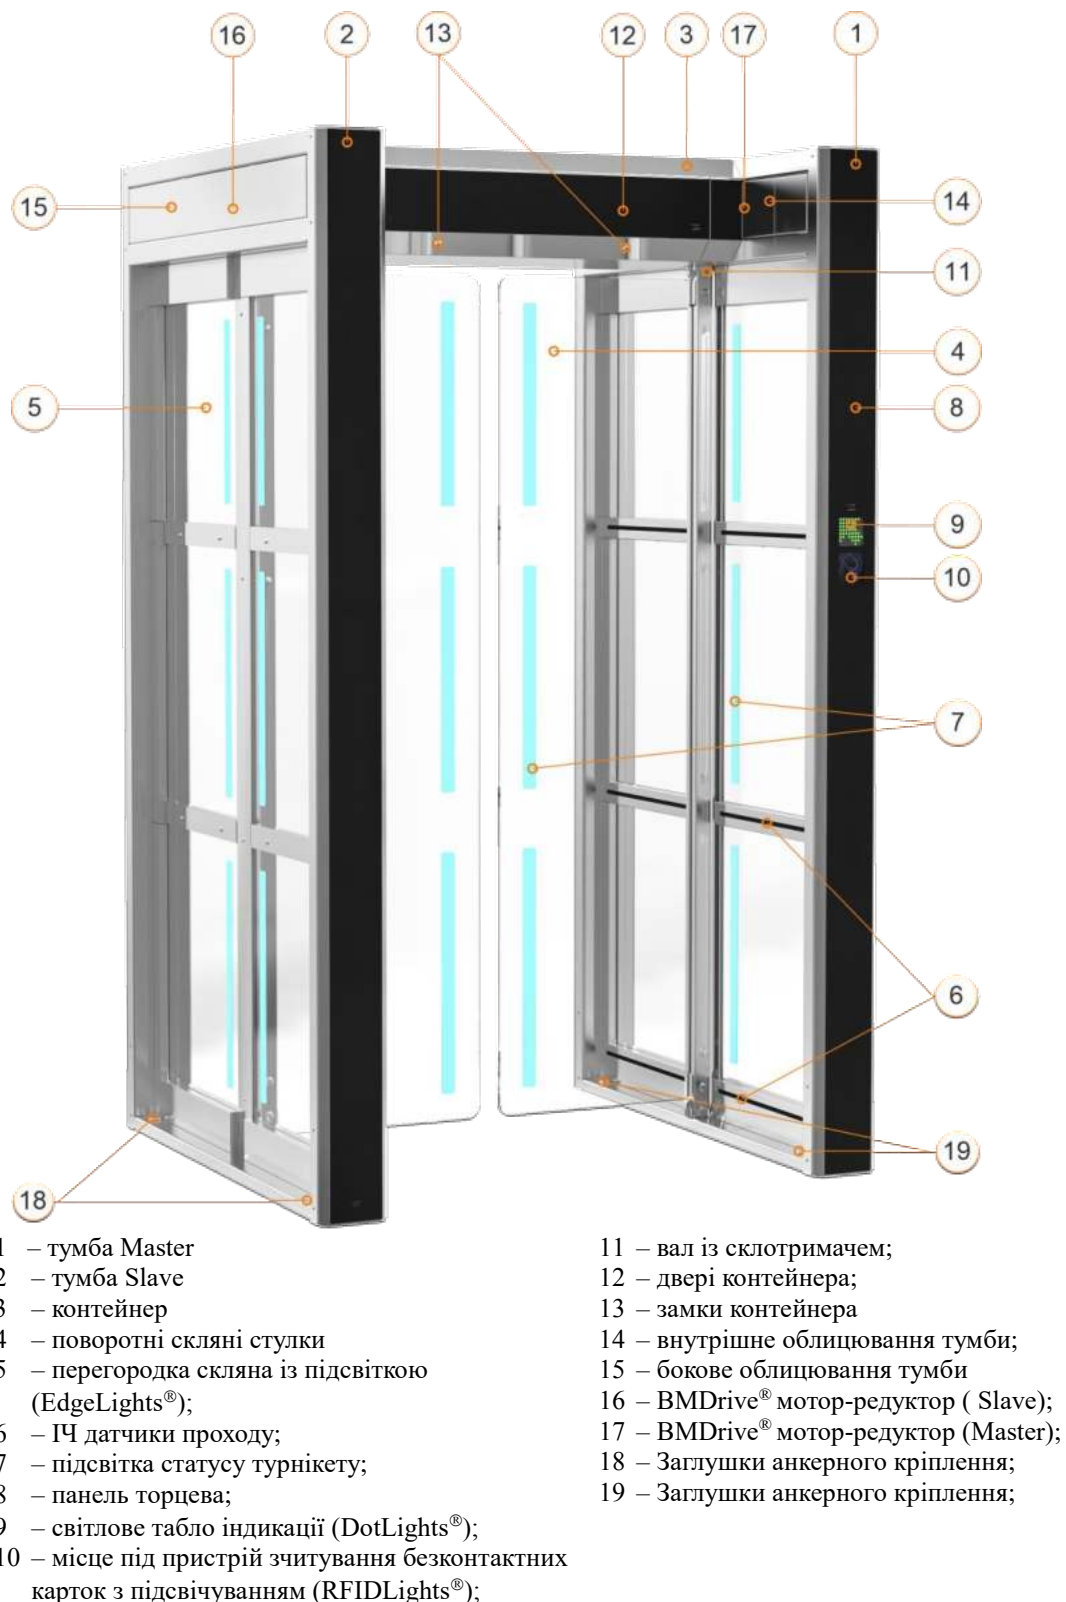

Рис.4 – Конструкція турнікету комплекту одного проходу турнікету «HighWay-1» ТЗ.KCD.XD
1.4.1 Конструкція турнікету (див. Рис. 4)